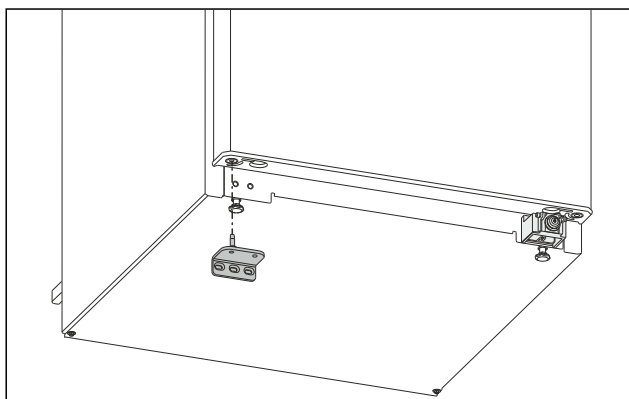

Fig. 23
- ▶ Установите нижний опорный кронштейн на противоположной стороне. (см. Fig. 23)